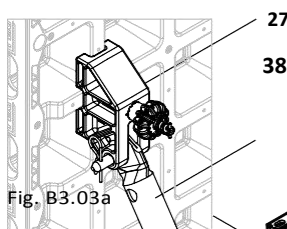

Fig. B3.03a
1. Монтирайте вертикализатора (38) и напр. рамо (39) на скобата DUO (27) и осигурете с болт и шплент (27.4). (Fig. B3.03a + B3.03b)